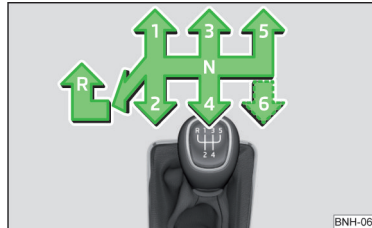

Abb. 184
Auf dem Schalthebel ist das Schaltschema für die einzelnen Gangstellungen dargestellt » Abb. 184.
- › Den Schalthebel nach unten drücken, völlig nach links und dann nach vorn in **R**-Stellung stellen » **Abb. 184**.